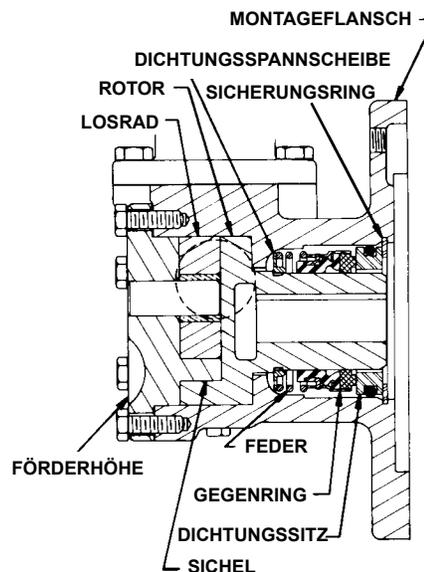

ABBILDUNG 9
Wiederzusammenbau von Modell G475 oder GG475 Pumpen mit Gleitringdichtung: siehe Abbildung 9
Die korrekte Position des Losrads und der Sichel notieren (siehe **Abbildung 9** und **Zerlegung, Schritt 2**). Die Sechskantschrauben festziehen und dann das Axialspiel prüfen.
6. **DIE GLEITRINGDICHTUNG EINBAUEN.** Die Dichtungsspannscheibe soweit wie möglich über die Rotornabe schieben. Die Rotornabe und die Dichtungsgehäusebohrung mit Leichtöl (nicht Fett) schmieren und Feder, Gegenring und Gleitring der Gleitringdichtung in Position bringen (**siehe Abbildung 9**).